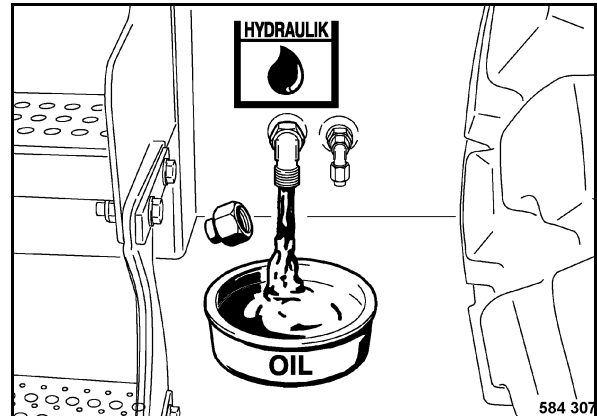

Fig. 165
- Desenroscar el tapón de cierre (Fig. 165) y descargar el aceite hidráulico por completo.